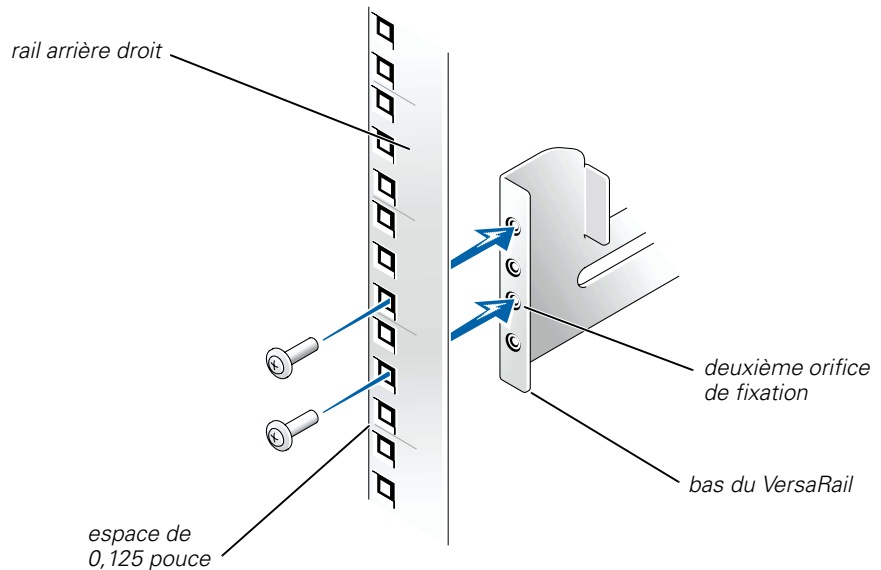

Figure 2-3. Alignement et installation du VersaRail au rail vertical arrière
5. A l'aide du niveau VersaRail, fixez la face arrière du VersaRail au rack à l'aide de deux vis Phillips (voir la Figure 2-3).